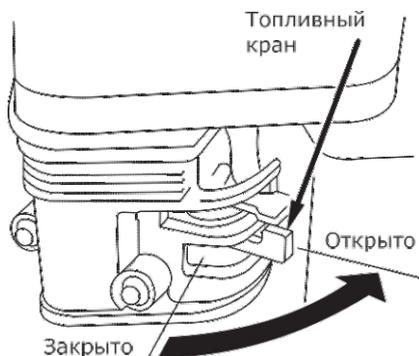

Рис.9
- Поверните топливный кран в положение «Открыто» (рис. 9).